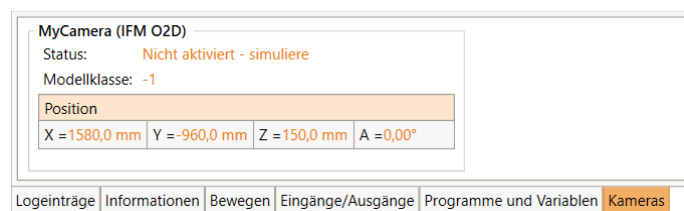

Abbildung 48: Kamera-Statusbereich
- CRI-Schnittstelle: Das Bild wird über die Ethernet-Schnittstelle an iRC übertragen und kann dort im Kamera-Statusbereich beobachtet werden (s. Abb. 48).